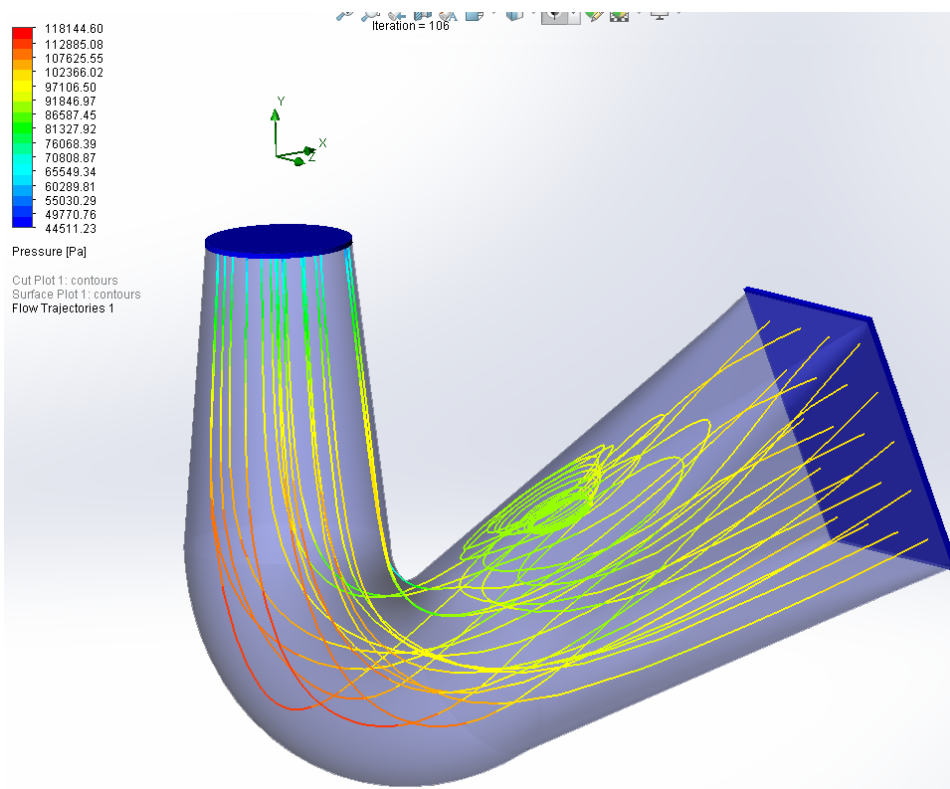

Рисунок 10.42 – Візуалізація потоку у вигляді траєкторій
5. Натисніть **ОК**. Ваша модель повинна мати наступний вигляд (рис. 10.42)